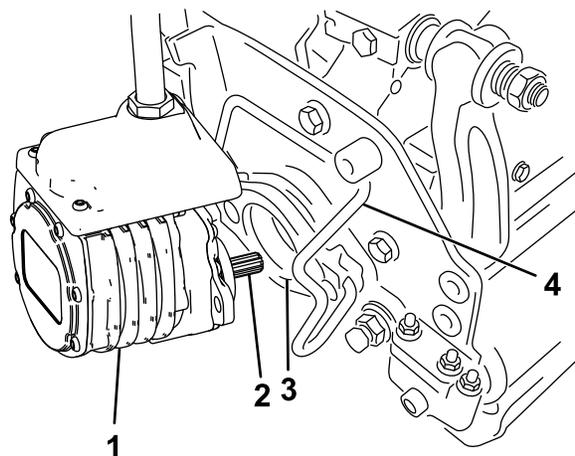

图 60
6. 在滚刀组马达的花键轴上涂抹干净的润滑脂图 60。
7. 将马达插入滚刀组左侧从操作员的位置看并将滚刀组上的马达固定架拉向马达直到听见马达两侧发出“咔哒”的声音图 60。